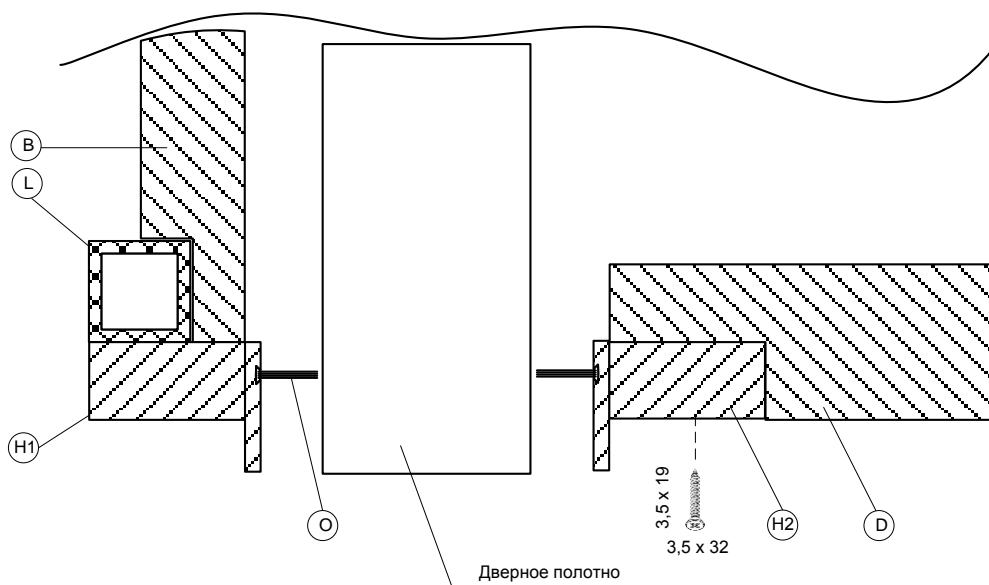

Рисунок 11
11. Устанавливаем Вертикальные обрамляющие элементы (рис.11)